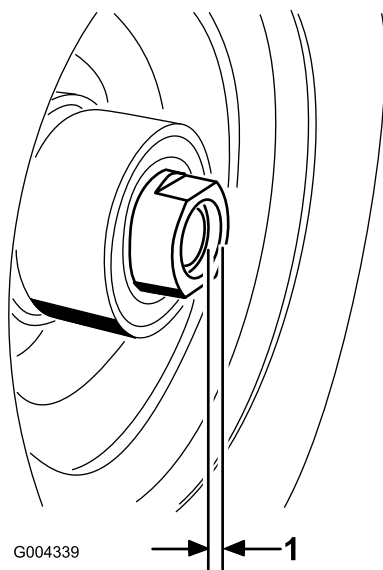

Figura 26
11. Si se retiraron ambas tuercas espaciadoras del eje, aplique adhesivo sellador de roscas a la tuerca espaciadora. Instale las tuercas espaciadoras en el eje dejando que sobresalgan 3 mm (1/8 pulgada) del eje (Figura 26).
16. Apriete la tuerca espaciadora a 8-9 Nm (75-80 pulgadas-libra), luego aflójela y apriételo de nuevo a 2-3 Nm (20-25 pulgadas-libra). Asegúrese de que el eje no sobresale de ninguna de las tuercas (Figura 26).